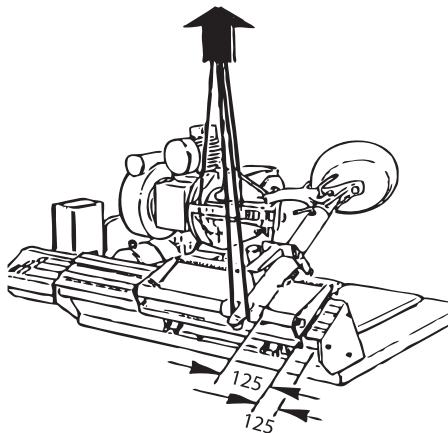

Рисунок 9 - Транспортирование
- Строповать при помощи соответствующих тросов длиной 1,5-2 метра, в точках, указанных на (рис. 9).